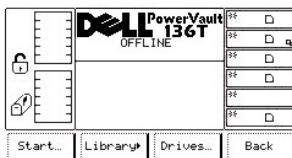

図 84. Main Menu > More > Service メニュー
- 1 サービスメニューが表示されます。このメニューでは 4 つの選択ができます。 図 84 を参照してください。
- 1 **OK** ソフトキーの下にあるボタンを押すと、サービスメニューが表示されます。図 84 を参照してください。